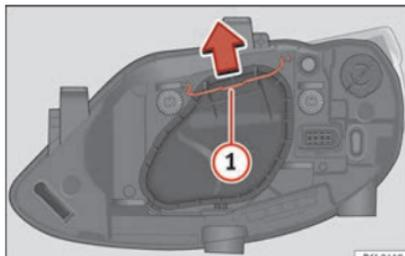

Fig. 176 Anabbagliante/abbagliante del faro singolo.
- Far scorrere il tirante »» **fig. 176 1** nel senso della freccia e sfilare la chiusura.
- Far scorrere il tirante »» **fig. 176 1** nel senso della freccia e sfilare la chiusura. »»